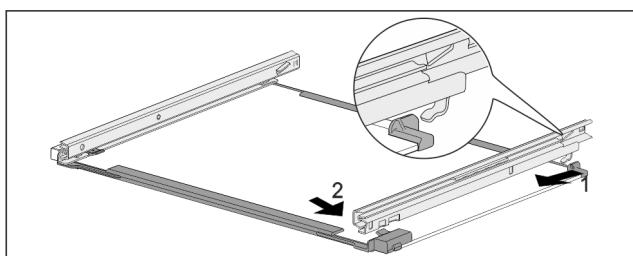

Fig. 206 Скляна пластина з рейками
- Зачепити рейку ззаду. Fig. 206 (1)
- Зафіксуйте рейку спереду. Fig. 206 (2)